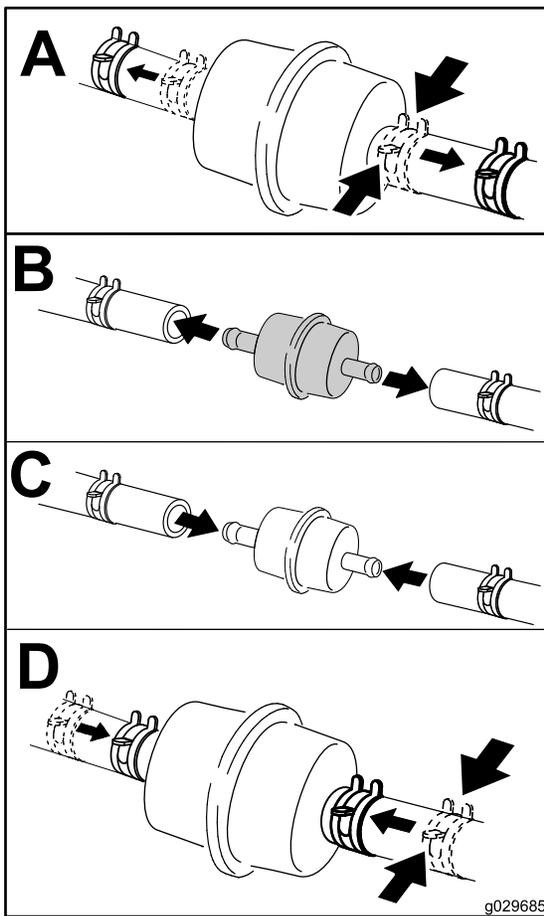

Figura 69
4. Cambie el filtro de combustible (Figura 69).